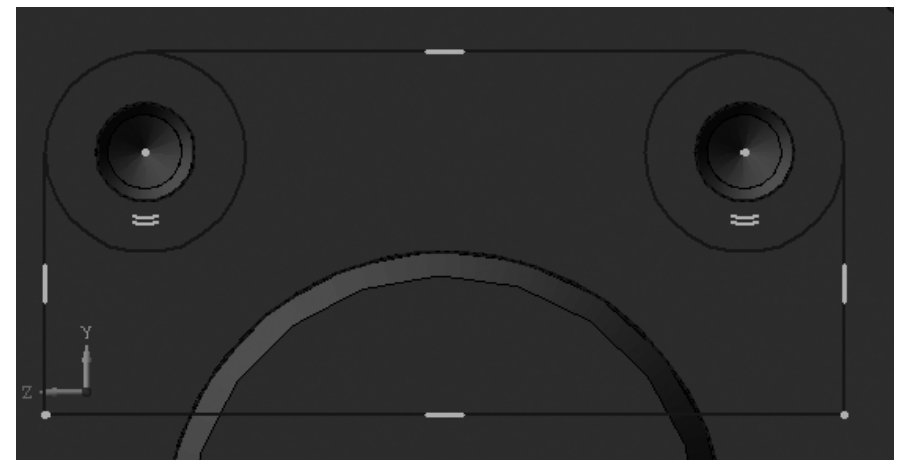

Рис. 6.84. Промежуточный результат построения линий эскиза основания планки
- нажмите клавишу **Esc** для прерывания выполнения команды **Отрезок**. Промежуточный результат построения линий эскиза основания планки показан на рис. 6.84;